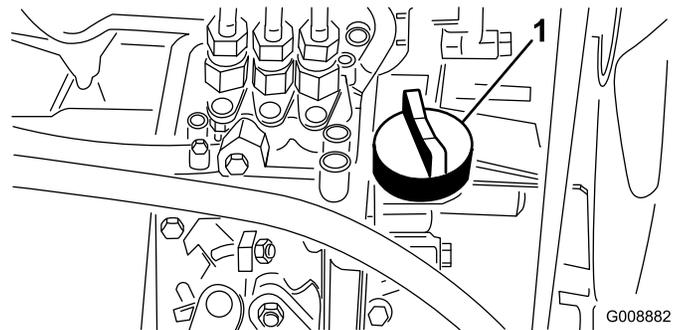

图37
4. 如果油位较低请取下加油盖 (图37) 缓慢添加少量机油不时检查油位直至油位达到量油尺上的“已满”标记。